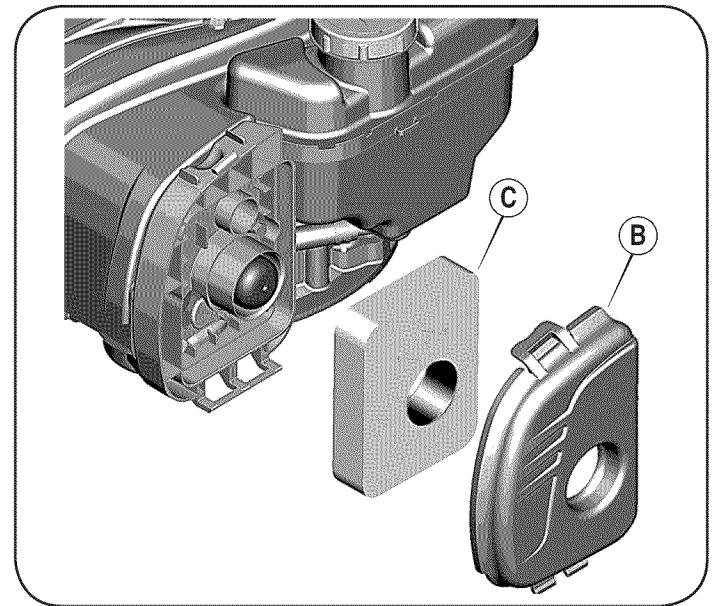

Figura 15
1. Abra la tapa (B) y quite el elemento de espuma (C). Vea la Figura 15.